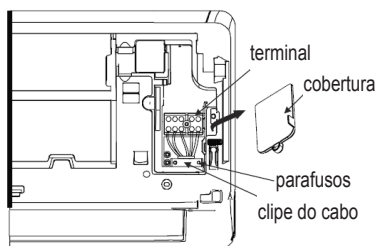

fig. 15 -
1. Abra o painel frontal da unidade ("fig. 15 -")